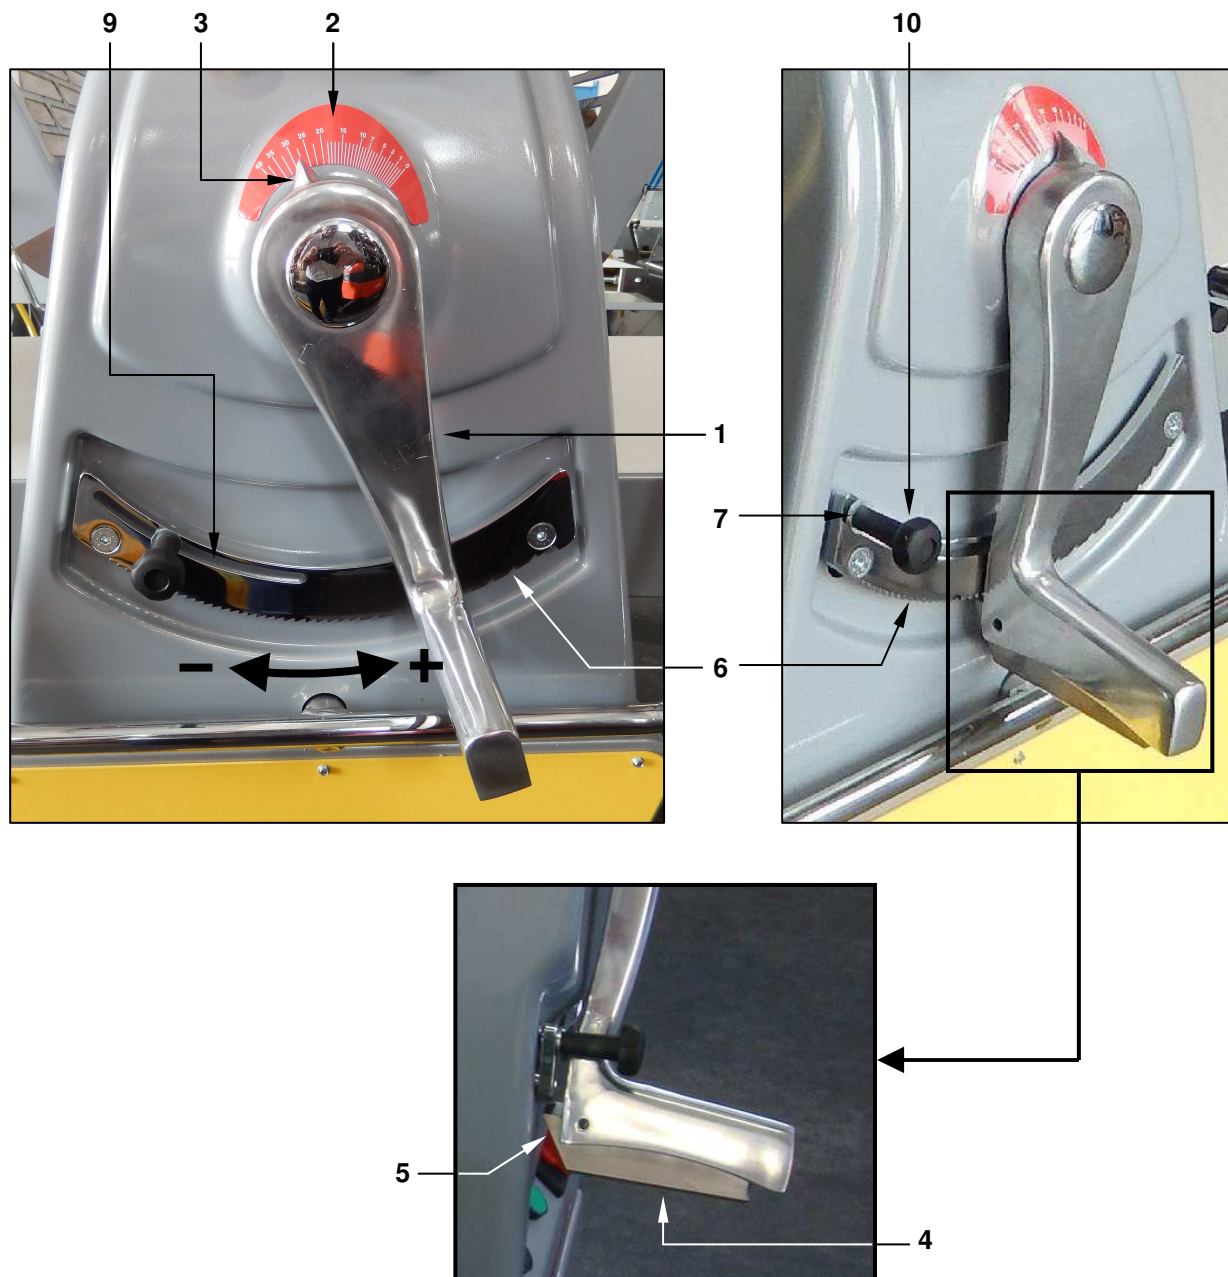

Рис. 5 - Регулирование толщины раскатки теста
Изменением положения рукоятки (1) на Рис. 5 можно изменять зазор между раскаточными валками и регулировать тем самым толщину получаемого пласта теста. При повороте рукоятки по часовой стрелке толщина пласта уменьшается и наоборот.